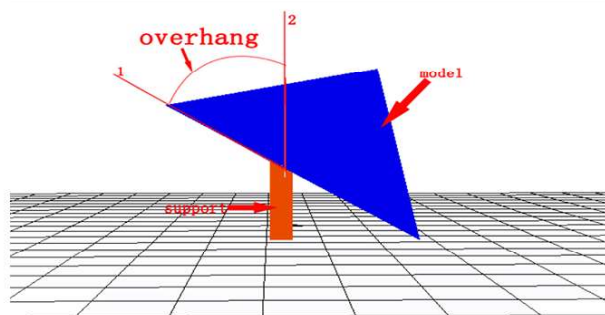

图 21
2.需支撑的悬垂角度（度）：取值 0° - 90° ，当支撑垂直方向与模型接触面的夹角(overhang，如图 21)大于此取值时，切片软件会自动增加支撑结构防止这些部位因为重力的原因在打印过程中掉落。该夹角的大小会影响支撑结构的数量，值越小需要支撑的部位就越多，在某些复杂模型中支撑太多会很难去除。该项默认设置为 60° ，当打印经验较丰富时可自行更改。